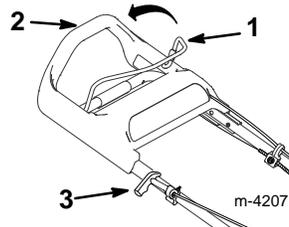

Figure 12
3. Serrer la barre de commande de lame contre le mancheron (Fig. 12).
- A. Tirer lentement la poignée du lanceur jusqu'à ce qu'on sente une résistance, puis la tirer vigoureusement (Fig. 12).